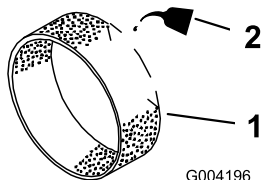

図 156
3. 乾いたら新しいエンジンオイルを 3-60 ml 含ませる 図 156。